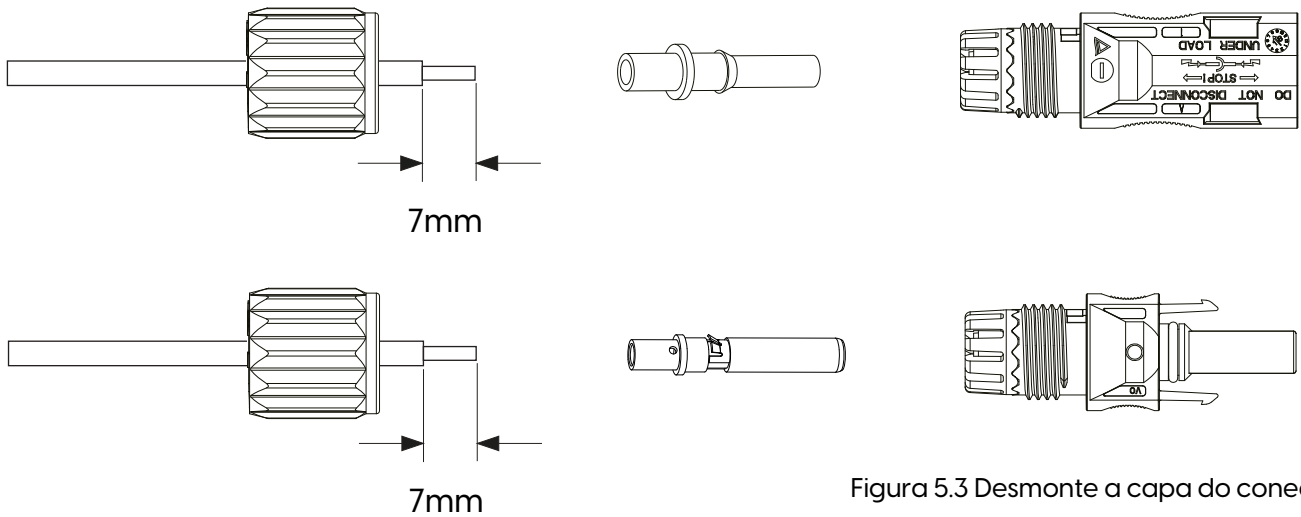

Figura 5.3 Desmonte a capa do conector
- a. Desencape o fio CC cerca de 7 mm, desmonte a porca da capa do conector (ver figura 5.3).